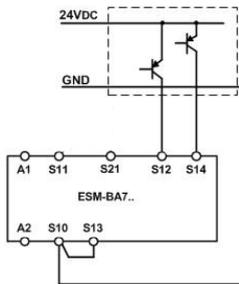
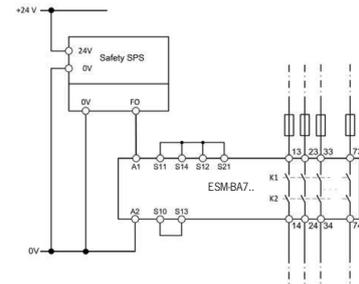

Bild 9: Zweikanalige Not-Halt-Schaltung mit pnp-Halbleiterausgängen/OSSD-Ausgängen mit Querschlosserkennung (Kategorie 4, bis PL e).
Bild 10: Anschluss an fehlersichere Steuerung (Kat. 4, bis PL e)
- ▶ Für Anwendungen nach Bild 9 und Bild 10 ist folgendes zu beachten: